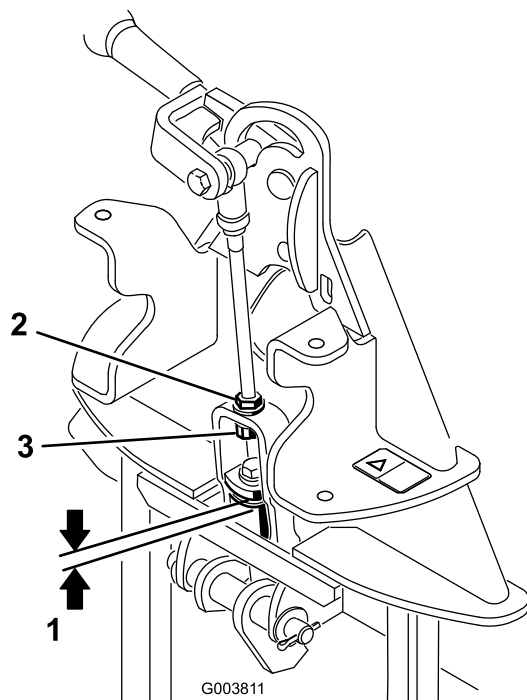

Figura 6
2. Meça a distância entre a anilha superior e o espaçador do conjunto articulado no adaptador de engates, conforme se indica na Figura 6.